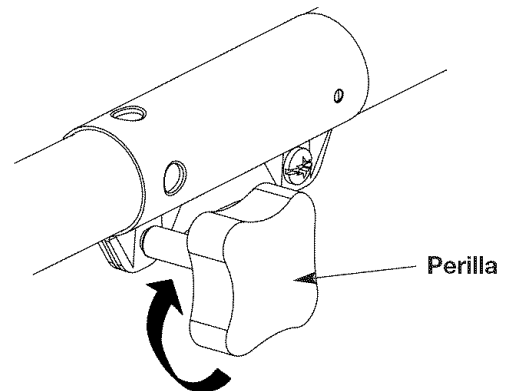

Fig. 8
3. Gire la perilla en sentido horario para ajustarla (Fig. 8).